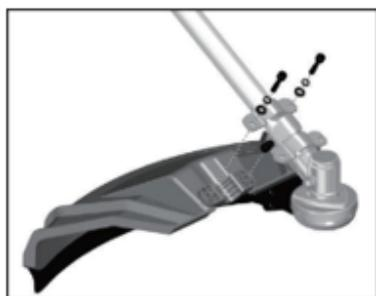

Fig.3-1
1. Placez la protection sur l'accessoire. (Fig. 3-1)